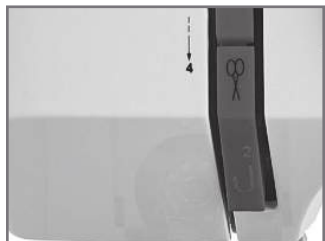

Рис.23
7.13.2 После завершения шитья или намотки нитей воспользуйтесь резак для аккуратного обрезания нити (Рис.23).